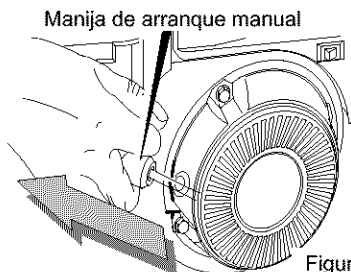

Figura 81
- (ARRANQUE MANUAL)** Jale la manivela del arranque con un movimiento seguro y rápido (vea la Figura 81). No deje que la inercia del encendido jale la cuerda del arranque con violencia. Permita que vuelva a enrollarse suavemente mientras sostiene la manivela.